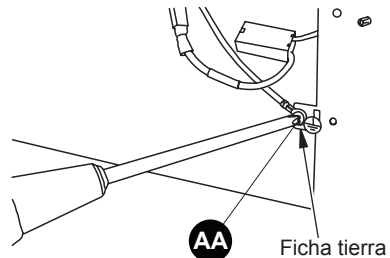

Figura 27 - Conecte a tierra del alambre
10. Conecte el terminal de tierra a la pestaña en la parte derecha del orificio de acceso del ventilador con 1) M4.2X8 tornillo (AA) (consulte la figura 27).